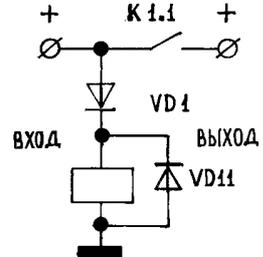

рис. 8
Самый идеальный вариант - использование низковольтного реле (см рис.8, где использована сквозная нумерация диодов) или включение в схему германиевого диода (рис.7). В открытом состоянии на нем падает примерно 0,2 В.
**Детали и конструкция.** При использовании кремниевого диода VD1 вместо дискретных резисторов для ограничения тока светодиодов можно использовать резисторную сборку типа НР1-4-9М, включающую в себя девять резисторов сопротивлением 180...270 Ом. Для германиевого VD1 или применения в схеме (рис.8) реле необходимо увеличить сопротивление этих резисторов до 330...390 Ом. В схеме на рис.8 для защиты от выбросов напряжения самоиндукции на обмотке реле использован диод VD11 (включается в разрыв цепи (рис.7, точка А)) типа КД522А или аналогичный.